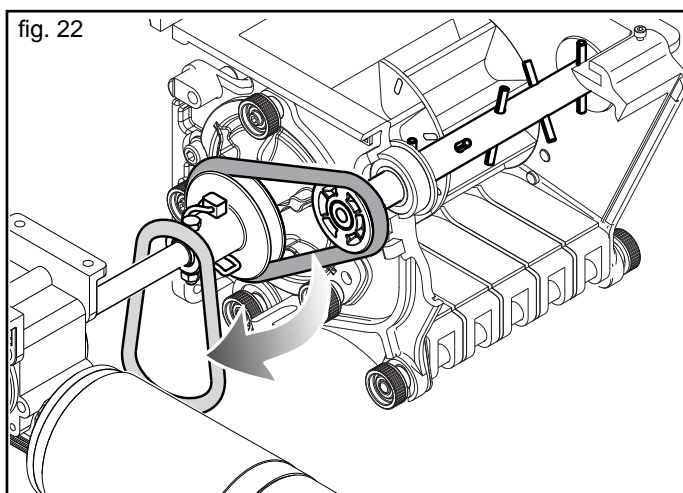

fig. 22
- Per disattivare l'agitatore, sollevare la cinghia tonda sopra il bordo della puleggia motrice (Fig. 22). Dal lato opposto, girare il rullo dosatore nella normale direzione di lavoro.